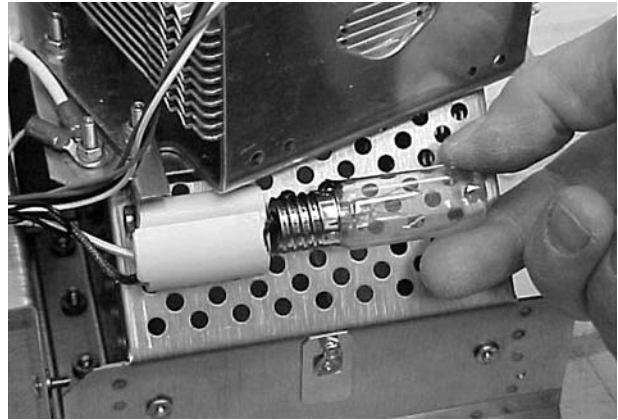

Figura 4-15 Substituição da lâmpada de arranque
2. Consulte a figura 4-15. Para retirar a lâmpada, corte ou retire a massa de fixação de roscas da base da lâmpada.